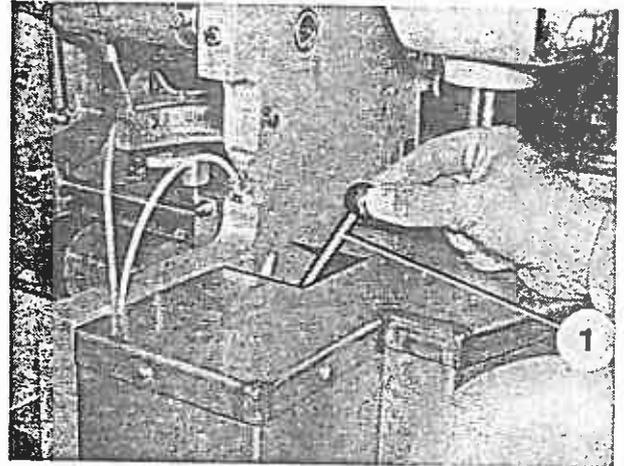

Bild 72
3. Gegenwalze der Hauptvorzugswalze durch Umlegen des Hebels (Bild 72/1) anheben.